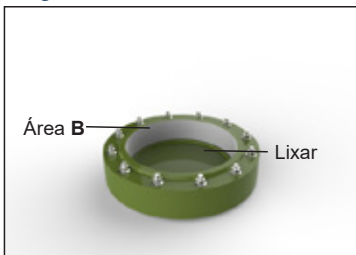

Figura 2
3. Lixe a área B do flange de fechamento em todo seu entorno, conforme indicação na figura 2.